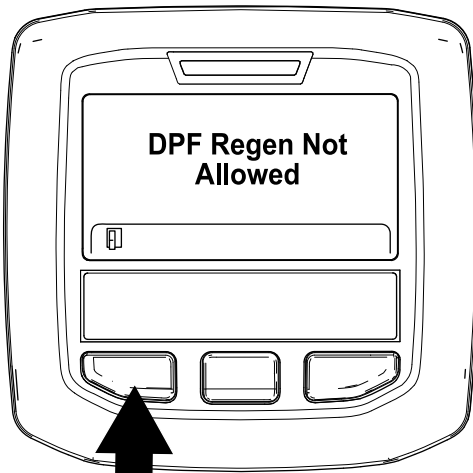

Bild 47
- Wenn der Motorcomputer die Regenerierung nicht zulässt, wird die Meldung „DPF Regen. Not Allowed“ im InfoCenter angezeigt (Bild 47). Drücken Sie die linke Taste, um den Homebildschirm anzuzeigen.